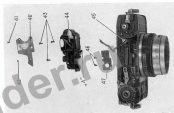

Рис. 5
2.1.15. Отвернуть винт 30 (рис. 5) и снять выключатель 31, при этом освободится участок верхней гибкой печатной платы с лампочкой.